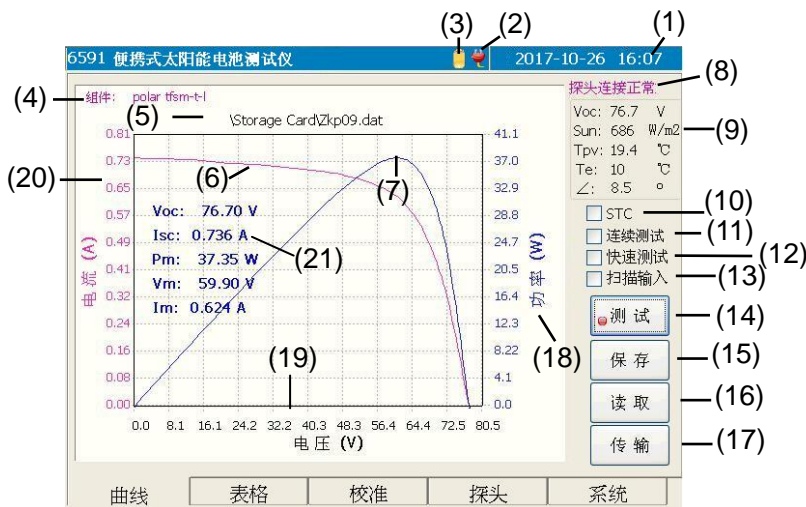

图 5-2 曲线窗口示意图
按住便携式太阳能电池测试仪的电源按钮^①5秒后，仪器开机，进入便携式太阳能电池测试仪的操作界面，如图5-2所示。操作界面分五个子模块：曲线、表格、校准、辐照度计和系统。
曲线窗口主要用于显示测试曲线，主要测试结果以及辐照度计的状态和测试数据等，如图 5-2 所示：
点击【测试】按钮或者按下 **Enter** 键，将测试出当前环境条件下，被测电池组件的 I-V 数据，测试完毕，将在曲线窗口上显示出当前环境下被测电池组件的 I-V 曲线和 P-V 曲线。如图 5-2 所示。